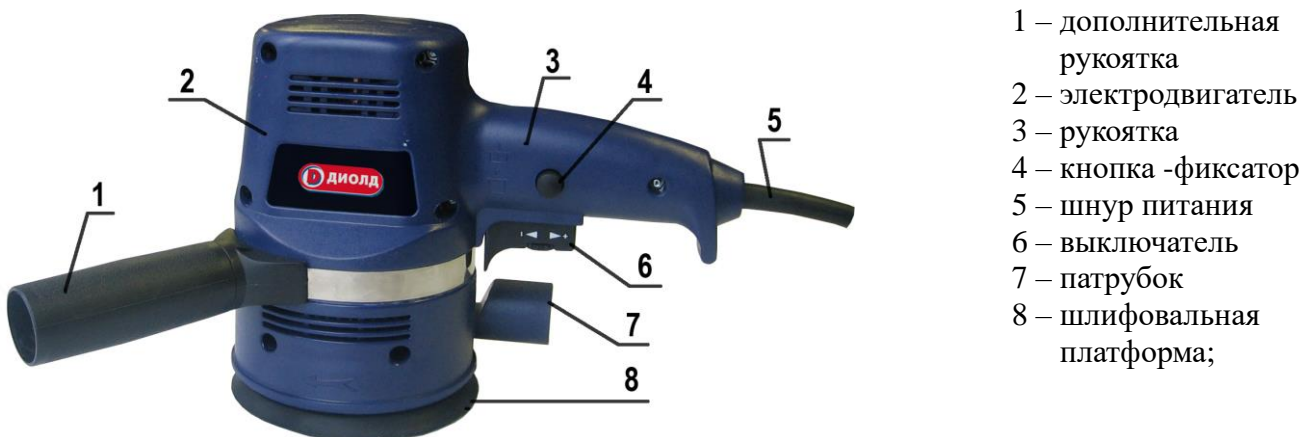

Рис. 1. Общий вид машины
4.1. Машина (рис. 1) состоит из следующих основных частей: электродвигателя, шлифовальной платформы, рукоятки.